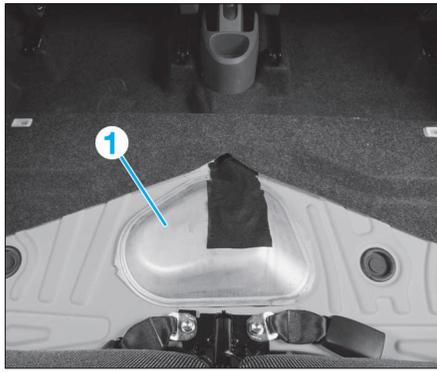

FIG. 55
- Déposer la trappe de visite (1) (Fig.55).